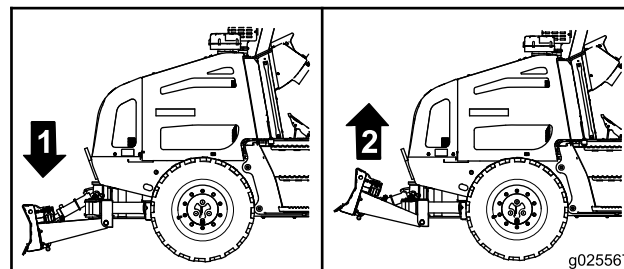

Figura 50
- Para baixar a lâmina de reaterro: Mova o joystick para frente (Figura 50).
- Para subir a lâmina de reaterro: Mova o joystick para trás (Figura 50).